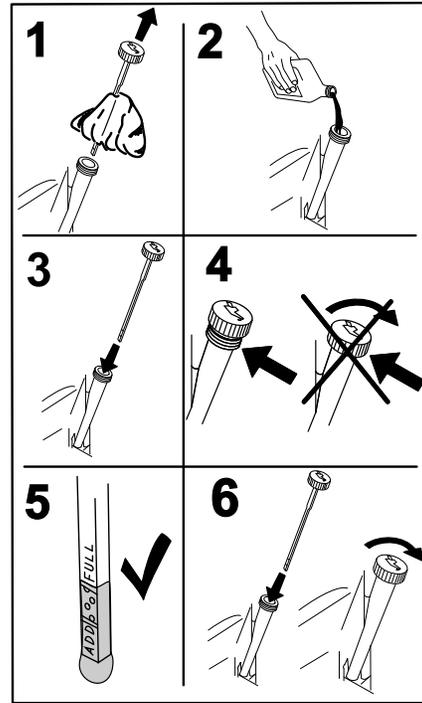

Figure 35
4. Versez lentement environ 80 % de l'huile spécifiée dans le tube de remplissage, puis faites l'appoint lentement jusqu'à ce que le niveau atteigne le repère du plein (Full) (Figure 35).